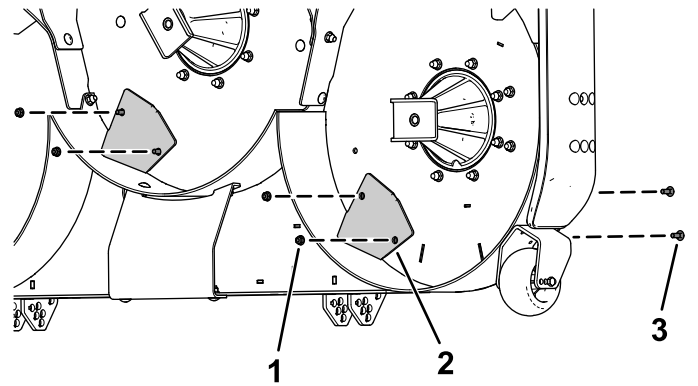

Figure 5
2. Fixez les 2 kickers sur le plateau de coupe à l'aide de 4 boulons de carrosserie (5/16" x 7/8") et de 4 écrous à embase (5/16"), comme montré à la Figure 5.